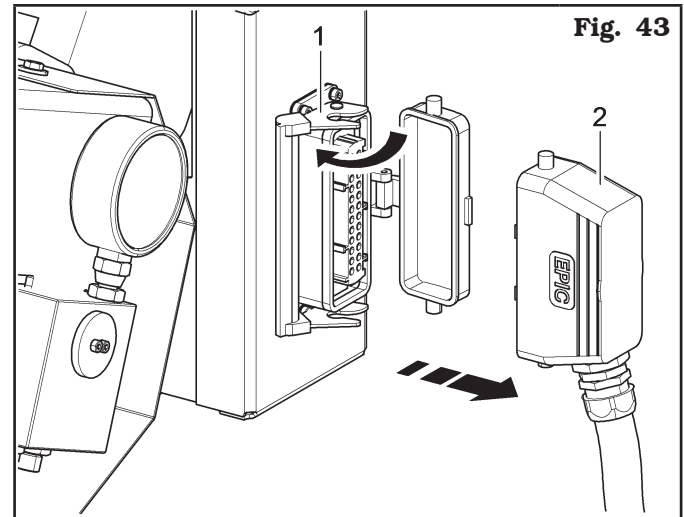

Fig. 43
- abrir el dispositivo de bloqueo (**Fig. 43 ref. 1**);
- sustituir el cable dañado (**Fig. 43 ref. 2**);